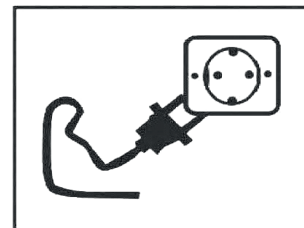

Figure 8
**Attention:** Pour changer cette lampe le courant d'alimentation électrique doit être impérativement coupé avant toute intervention. Débranchez le câble électrique (Figure 8), démontez ensuite le verre de protection de la lampe (Figure 9), dévissez la lampe, changez la et remontez l'ensemble. Testez ensuite en rebranchant le câble électrique. Si la panne est toujours existante, adressez-vous au service après-vente de votre revendeur.